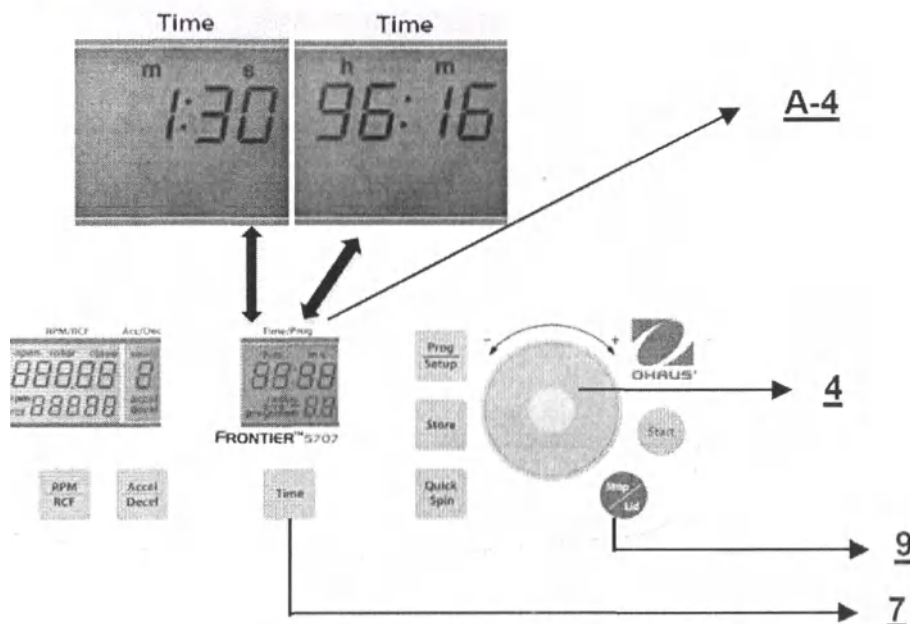

Рис. 17
3. Поддиапазон **cont**, в котором процесс центрифугирования может быть остановлен только вручную нажатием кнопки **Stop** (9) (см. рис. 17).
На дисплее всегда отображается время, оставшееся до завершения центрифугирования. (См. рис. 17.) Все ссылки относятся к рис. 17.